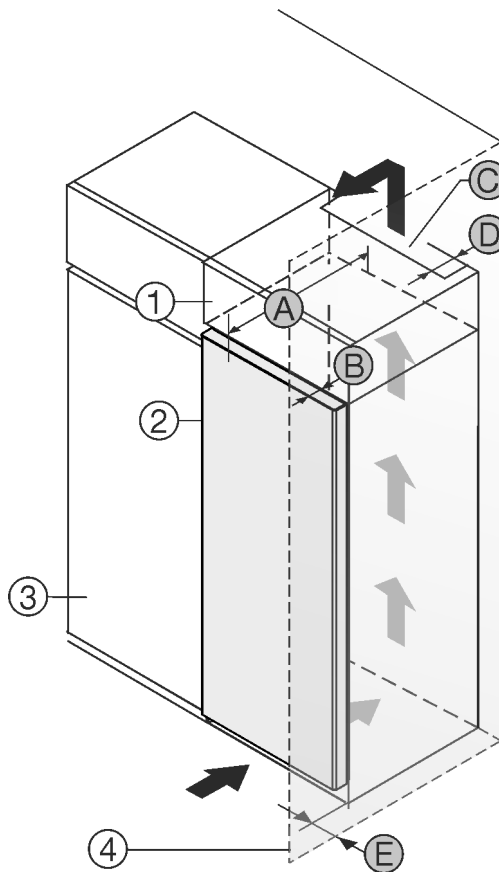

Fig. 1
Zariadenie môžete inštalovať priamo vedľa kuchynskej skrine Fig. 1 (3)*.
Na zadnej strane nadstavnej skrine musí byť vetracia šachta s hĺbkou Fig. 1 (D) cez celú šírku nadstavnej skrine.*
Pod stropom miestnosti sa musí dodržať prierez vetracieho otvoru Fig. 1 (C)*.
Ak zariadenie nainštalujete so závesmi vedľa steny Fig. 1 (4), tak vzdialenosť medzi zariadením a stenou musí byť minimálne 13 mm.*
Ak zariadenie nainštalujete so závesmi vedľa steny Fig. 1 (4), tak vzdialenosť medzi zariadením a stenou musí byť minimálne 20 mm.*
Aby ste mohli dvere úplne otvoriť, zariadenie musí vyčnievať o hĺbku dvier Fig. 1 (B) prednej časti kuchynskej skrine. V závislosti od hĺbky kuchynských skrií Fig. 1 (3) a použitia dištančných držiakov na stenu môže zariadenie prečnievať ešte viac.*